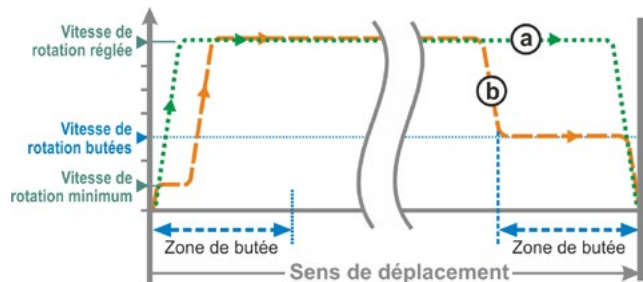

Fig. 3 : vitesse de rotation butées
- En cas de déconnexion **en fonction de la course**, la vitesse de rotation est réduite peu avant d'atteindre la butée, de sorte que le servomoteur s'arrête, voir Fig. 3, courbe **a**.